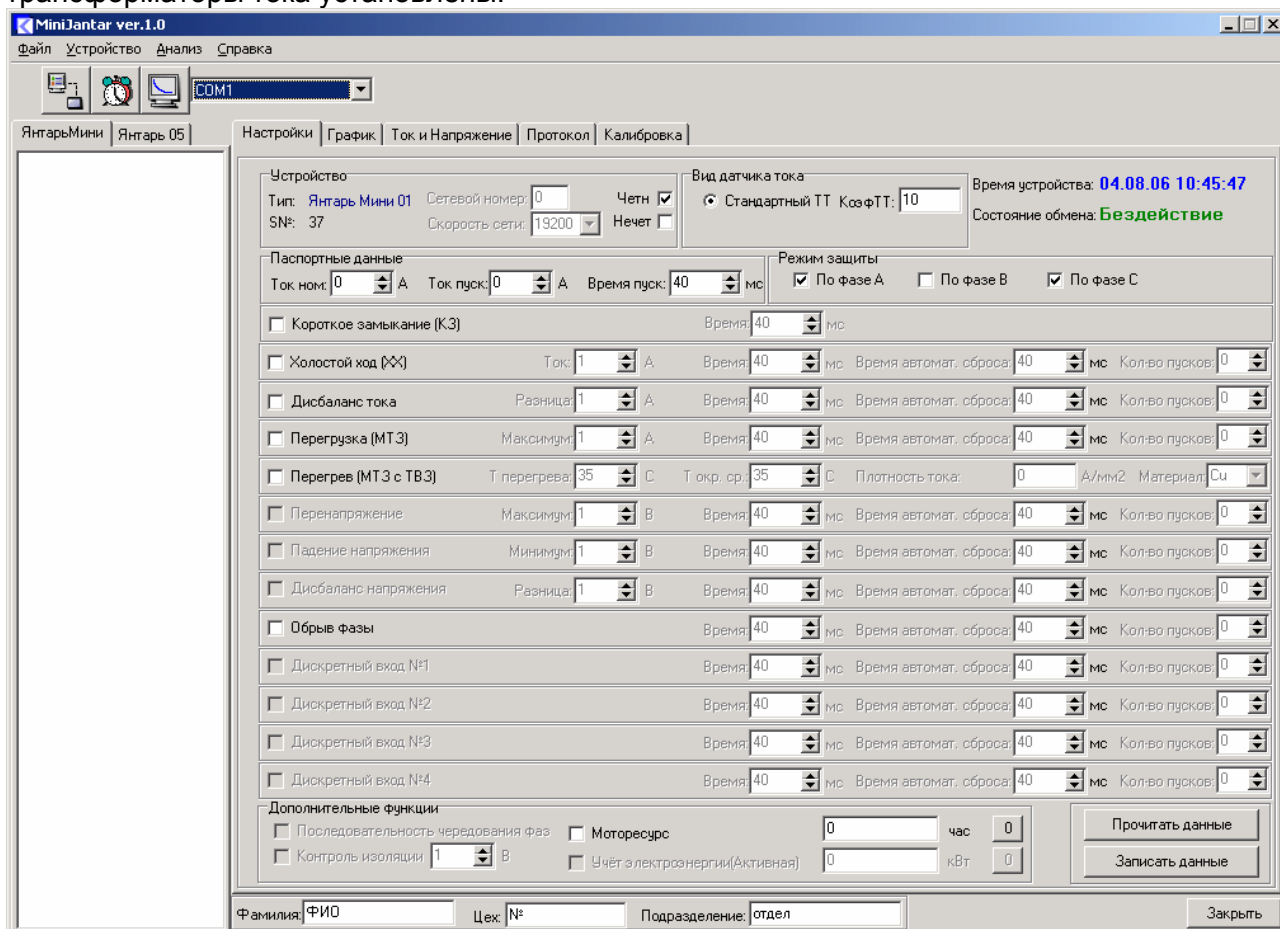

Рис. 2 Окно настроек сервисной программы
2.2.9 Запустить сервисную программу. На экране появится окно сервисной программы (рисунок 2).